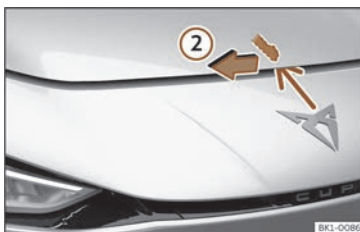

Fig. 190 Levier sous le capot.
- Pour soulever le capot moteur, appuyez vers la gauche avec la paume de la main vers le bas sur le levier situé sous celui-ci, au centre >>> fig. 190 ②. Les crochets de fixation sont alors déverrouillés.